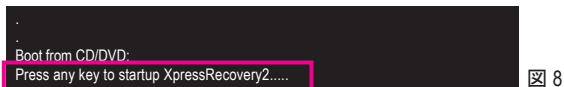

図 8
1. マザーボードドライバディスクから起動して、初めて Xpress Recovery2 にアクセスします。Press any key to startup Xpress Recovery2 (図 8) というメッセージが表示されたら、どれかのキーを押して Xpress Recovery2 に入ります。